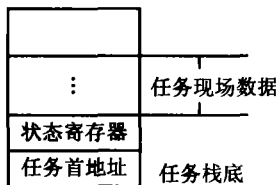

图1 初始化好的任务栈结构
⑪ 任务唤醒功能：在一个任务中产生一个的事件来触发其它任务运行（如果被触发的任务优先级高的话，就会马上运行）。
① OS_Init：多任务初始化，进行任务栈（任务栈的结构见图1）、任务延时计数、任务状态的初始化。初始化完成后，系统直接切换到最高优先级的任务，多任务系统启动。
② OS_Time_Dly：把当前任务挂起一段指定时间让其它任务运行。
③ OS_Sched：任务调度，它先把每个任务的延时数减1，然后再找出最高优先级的就绪任务，并切换到这个就绪任务。如果无就绪任务，就切换到空闲任务。
④ OS_Free_Task：空闲任务，是一个很重要的系统任务，当所有任务都挂起时，运行此任务。它主要是对一个计数器 Free_Count 一直进行累加，用户可以根据这个计数器计算出 CPU 的利用率。
⑤ OS_Task_Lock：锁定任务调度，禁止任务调度。主要用来锁定在低优先级中的一些可重入的代码或一些重要代码。
⑥ OS_Task_Unlock：解锁任务调度，和上面的子程序功能相反。
⑦ OS_Task_Wakeup：唤醒指定优先级的任务，并产生一次任务调度，如果被唤醒任务的优先级比当前运行的任务的优先级高，任务就会切换到被唤醒的任务中，否则等待下一个调度时机。
系统加电运行后，首先对硬件资源进行初始化，接着就要对多任务进行初始化了。主要是初始化每个任务的任务栈、每个任务的时钟滴答数和堆栈指针位置。我们把每个任务栈都初始化成图1形式。